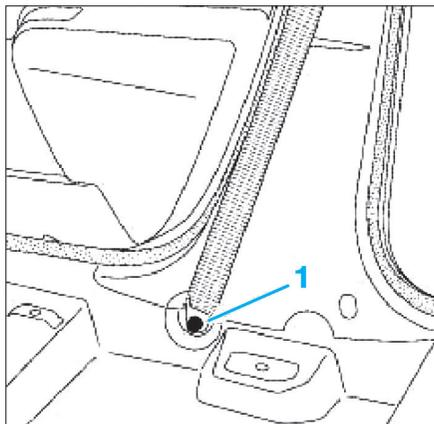

Fig. 13
- le cache de la vis inférieure de l'enrouleur/prétensionneur (1) (Fig.13),